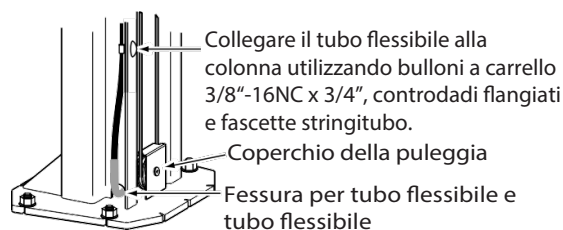
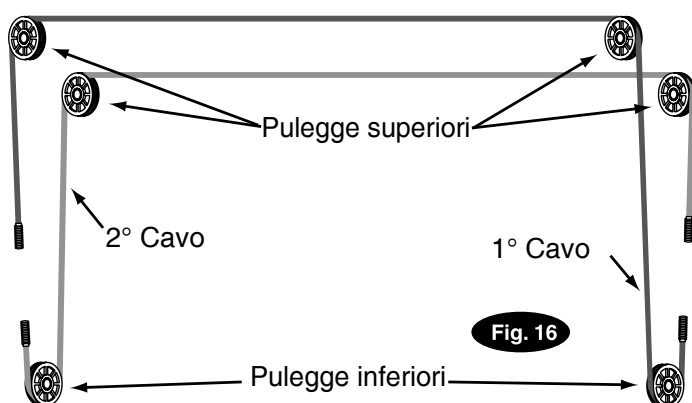
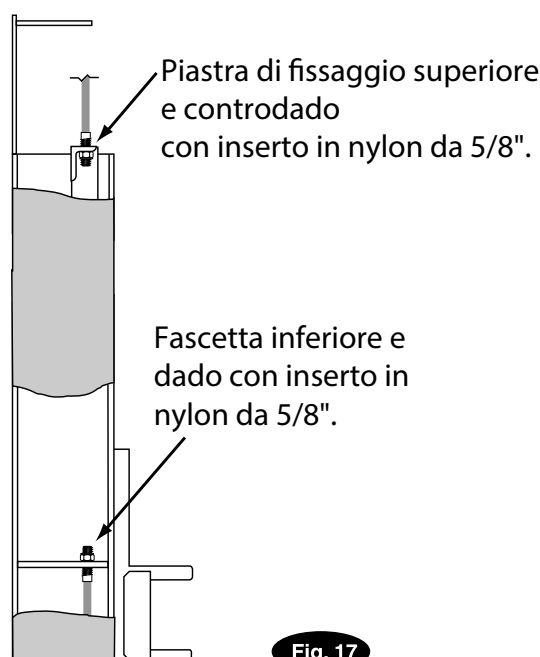

Fig. 15
Fig. 16
Fig. 17
B) Fare riferimento alla Fig. 16 per la disposizione generale dei cavi. Per prima cosa, far passare un'estremità del cavo attraverso il piccolo foro nella piastra di fissaggio inferiore (Fig. 17).
E) Tirare il cavo verso il basso, Fig. 17.
F) Far passare il cavo attorno alla puleggia inferiore, poi su e attorno alla puleggia superiore e attraverso e giù fino al carrello opposto, Fig. 16. Installare il coperchio della puleggia, Fig. 15.